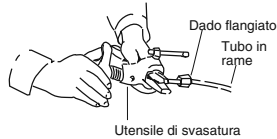

Fig. 5-3
- Svasare l'estremità del tubo di rame con l'utensile apposito. (Fig. 5-3)